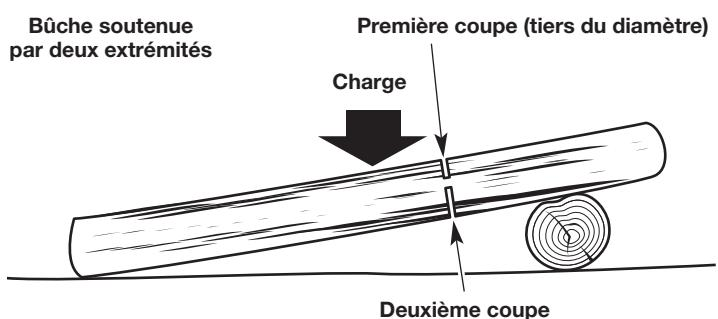

Fig. 18
- Si la bûche est soutenue sur deux extrémités (Fig. 18), faites la première coupe depuis le haut (*tronçonnage par dessus*). Reportez-vous à *Tronçonnage par-dessus*.